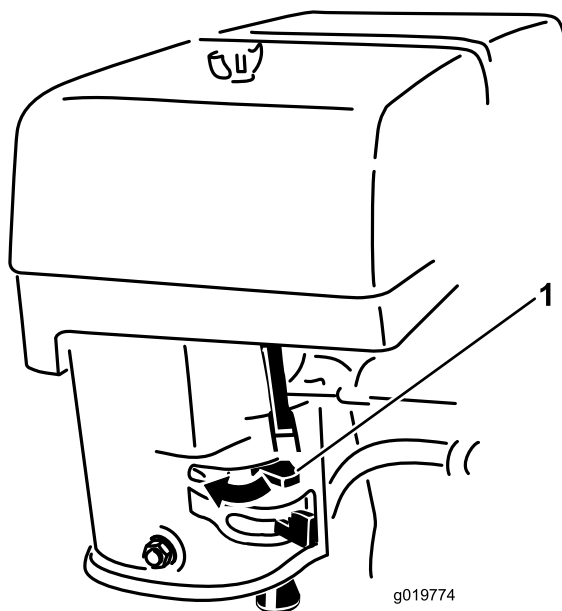

Figura 13
3. Mueva la palanca del estérter a la izquierda si el motor está frío (Figura 13).